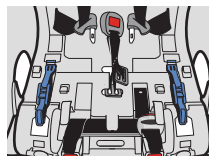
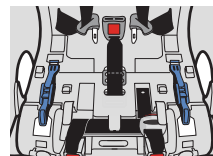

Figure 16
Figure 17
- Prenez la partie la plus longue (ou la plus courte) de la sangle d'entrejambe et insérez-la dans la fente de la Sangle d'Entrejambe extérieure, tel qu'illustré dans la **Figure 16**. Assurez-vous que le bouton de déverrouillage rouge de la boucle fait face à l'extérieur du siège, tel qu'illustré dans la **Figure 17**.